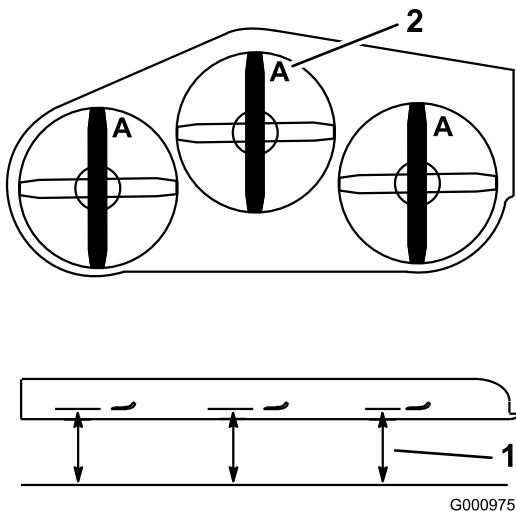

Figura 88
2. Mida desde una superficie nivelada hasta el filo de corte, posición **A**, de las cuchillas (Figura 88).